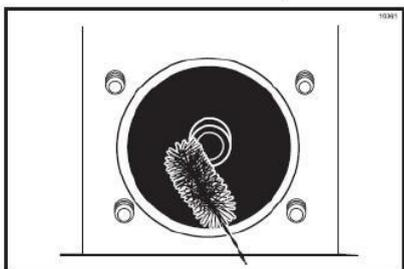

Figura 6-3
8. Con un cepillo, limpie el rodamiento de la parte trasera del cilindro de congelación (Figura 6-3).